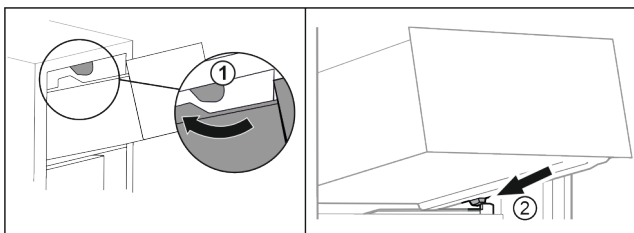

Fig. 65
- ▶ Ved'te zásuvku podél horních zářázek. Fig. 65 (1)
- ▶ Nasad'te zásuvku šikmo za dolní zářáčky na žebrování na nádoby. Fig. 65 (2)